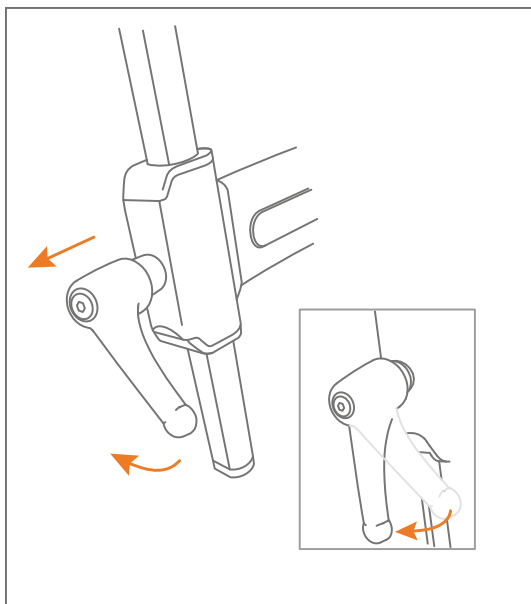

Figure 17: Positionner correctement la manette de réglage.
- g.** Placez les manettes de réglage à la verticale afin qu'elles soient orientées vers le bas. Pour ce faire, tirez doucement la manette de réglage vers l'extérieur et tournez-la dans la bonne position (**Figure 17**).